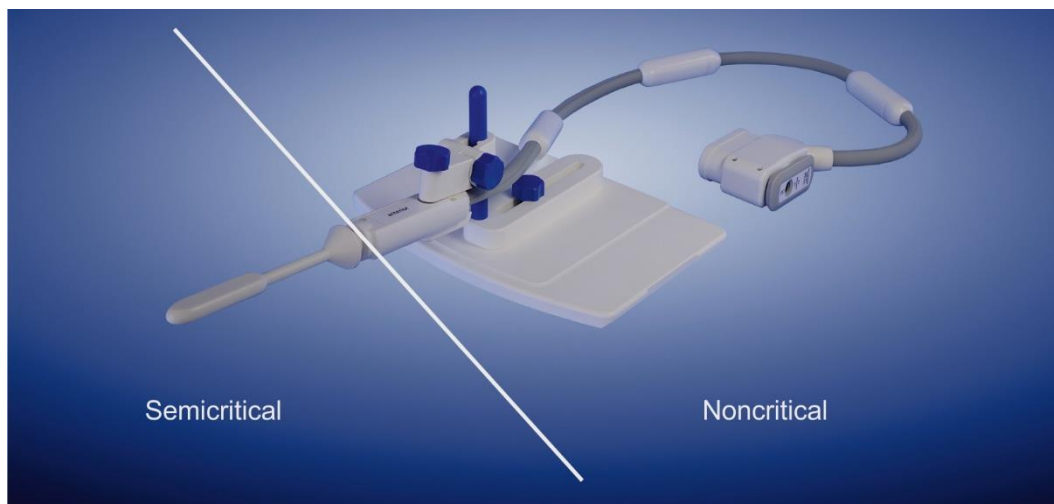

Abbildung 14: Klassifizierung von Produktteilen im Hinblick auf die Aufbereitung.
- a. Befestigen Sie die Abdeckung auf dem Spulenanschluss (siehe Abbildung 14).
Dieses Gerät, die MR-Sonde ausgenommen, wird im Hinblick auf die Aufbereitung als nicht kritisch eingestuft. Die MR-Sonde wird hinsichtlich der Aufbereitung als semikritisches Medizinprodukt klassifiziert (siehe Abbildung 14). Daher ist für die MR-Sonde eine hochwirksame Desinfektion erforderlich.